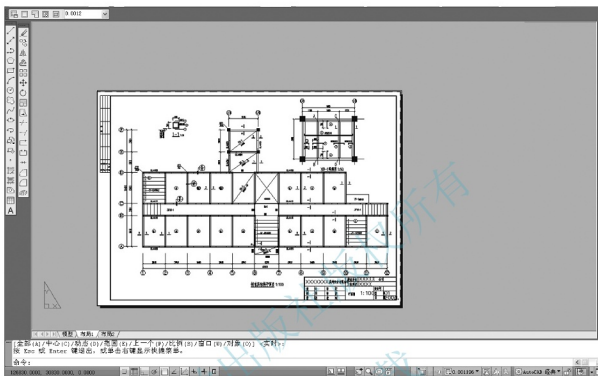

图 5.69 在布局空间布图
⑥ 将右上角视口设定为当前视口，并将视图调整至只显示“XB-1 配筋图”状态，在【视口】工具栏右侧的文本框内设置该图的出图比例为“1:50”。
⑦ 将主图视口设定为当前视口,并在【视口】工具栏右侧的文本框内设置该图的出图比例为“1:100”。
⑧ 冻结【视口】图层,结果如图 5.69 所示。